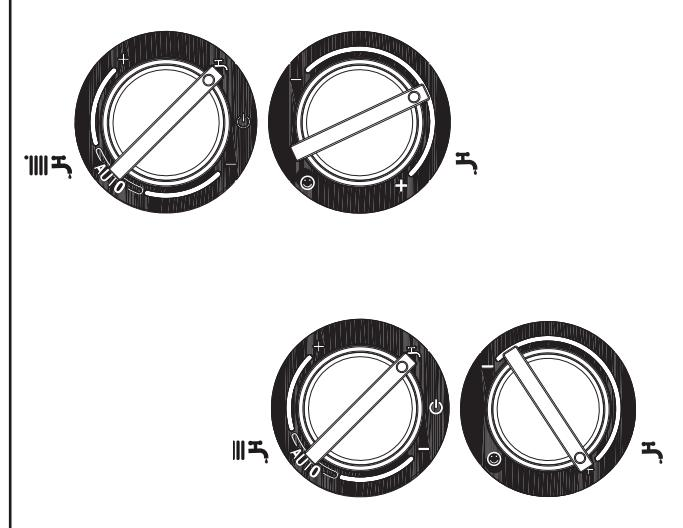

Рис. 5.1
- установите переключатель режимов работы режим «лето» «» (рис. 5.1)
- установите регулятор температуры в контуре ГВС (рис. 5.1) на максимальное значение.
- Откройте кран подпитки (находится вне котла) и держите его открытый до тех пор, пока давление не поднимется до уровня от 1 до 1,5 бар (рис. 5.1а).
Рис. 5.1а